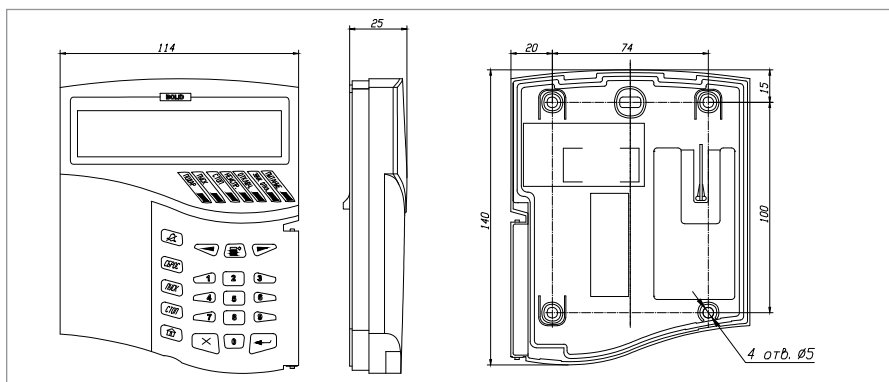
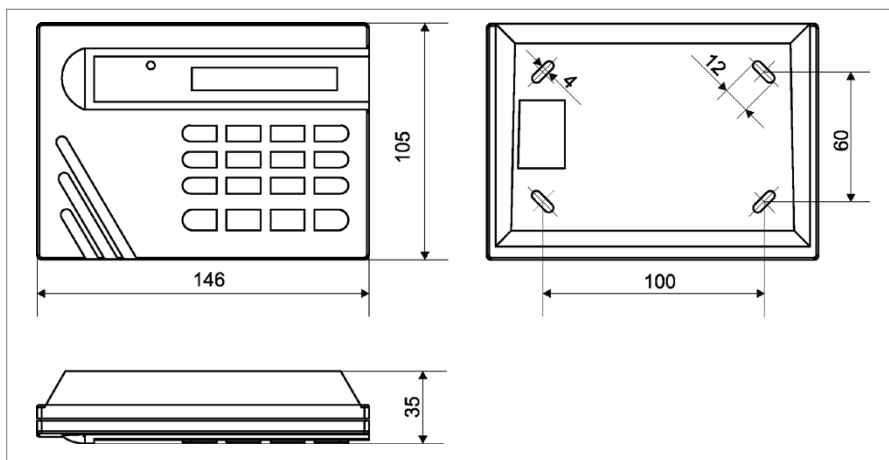
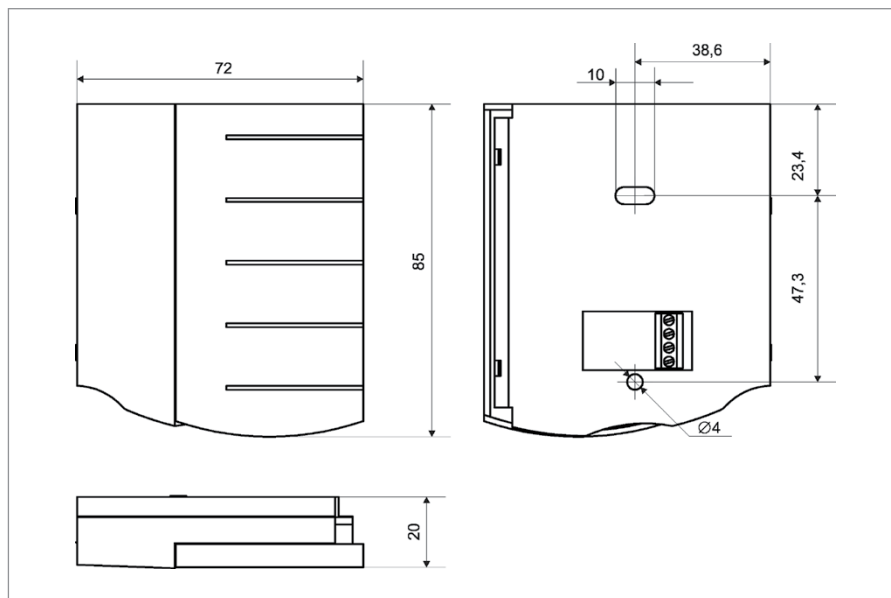

Рисунок 1. Внешний вид, габаритные и установочные размеры С2000М, С2000М исп.02
Рисунок 2. Внешний вид, габаритные и установочные размеры С2000-К
Рисунок 3. Внешний вид, габаритные и установочные размеры C2000-KC
2. В соответствии с габаритным чертежом (см. Рисунок 1, Рисунок 2, Рисунок 3) наметьте на стене места для установочных отверстий: